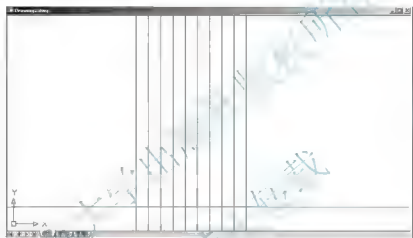

图 4.103 绘制一根水平构造线
(3) 任意绘制一根水平构造线，结果如图 4.103 所示。